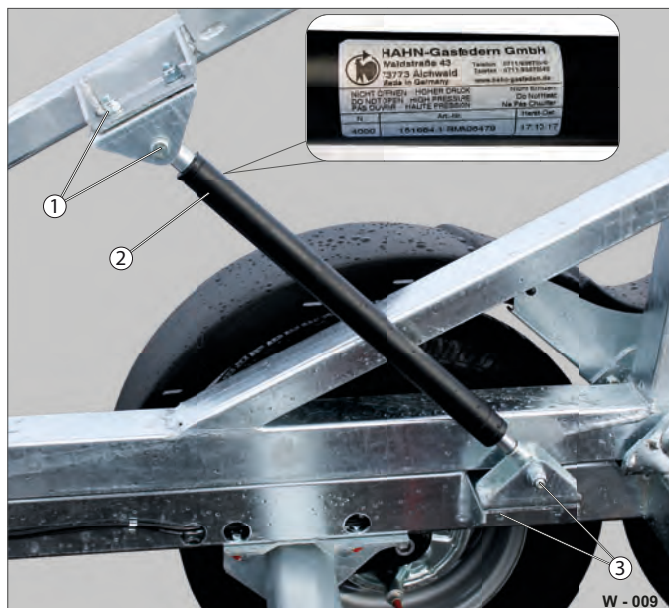

Abb. 9 Befestigungspunkte prüfen
- ▶ Kontrollieren Sie die Schraubverbindungen an der oberen Konsole (Abb. 9/1) auf Festsitz.
- ▶ Kontrollieren Sie die Schraubverbindungen an der unteren Konsole (Abb. 9/2) auf Festsitz.